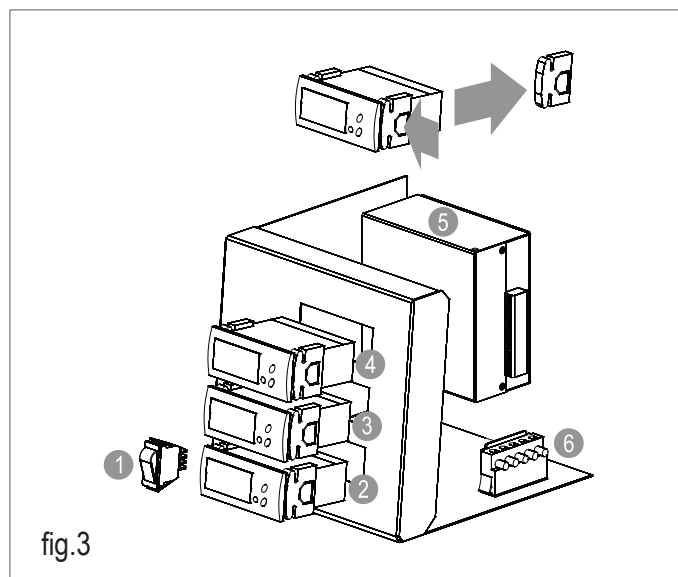

fig.3
- Para desmontar la centralita de regulación, presionar la pestaña lateral y tirar hacia atrás del tope de sujeción (fig. 3).